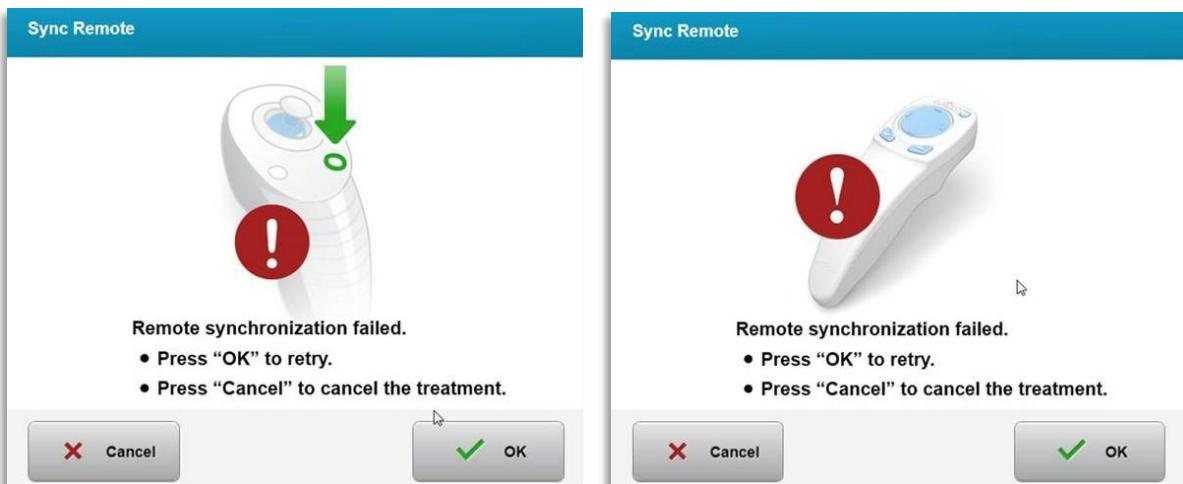

Bild 3-18. Synkroniseringprocessen når sin tidsgräns
- Om synkroniseringsknappen inte trycks in inom de 15 sekunderna visas meddelandet "Synkronisering av fjärrkontroll misslyckades" (Remote Synchronization Failed) på skärmen, vilket visas på bild 3-18.